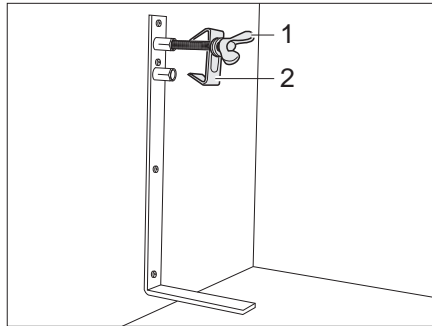

Bild 189 Reservhjulshållare
- Lossa skruven (Bild 189,1) och tag av den med centreringen (Bild 189,2).